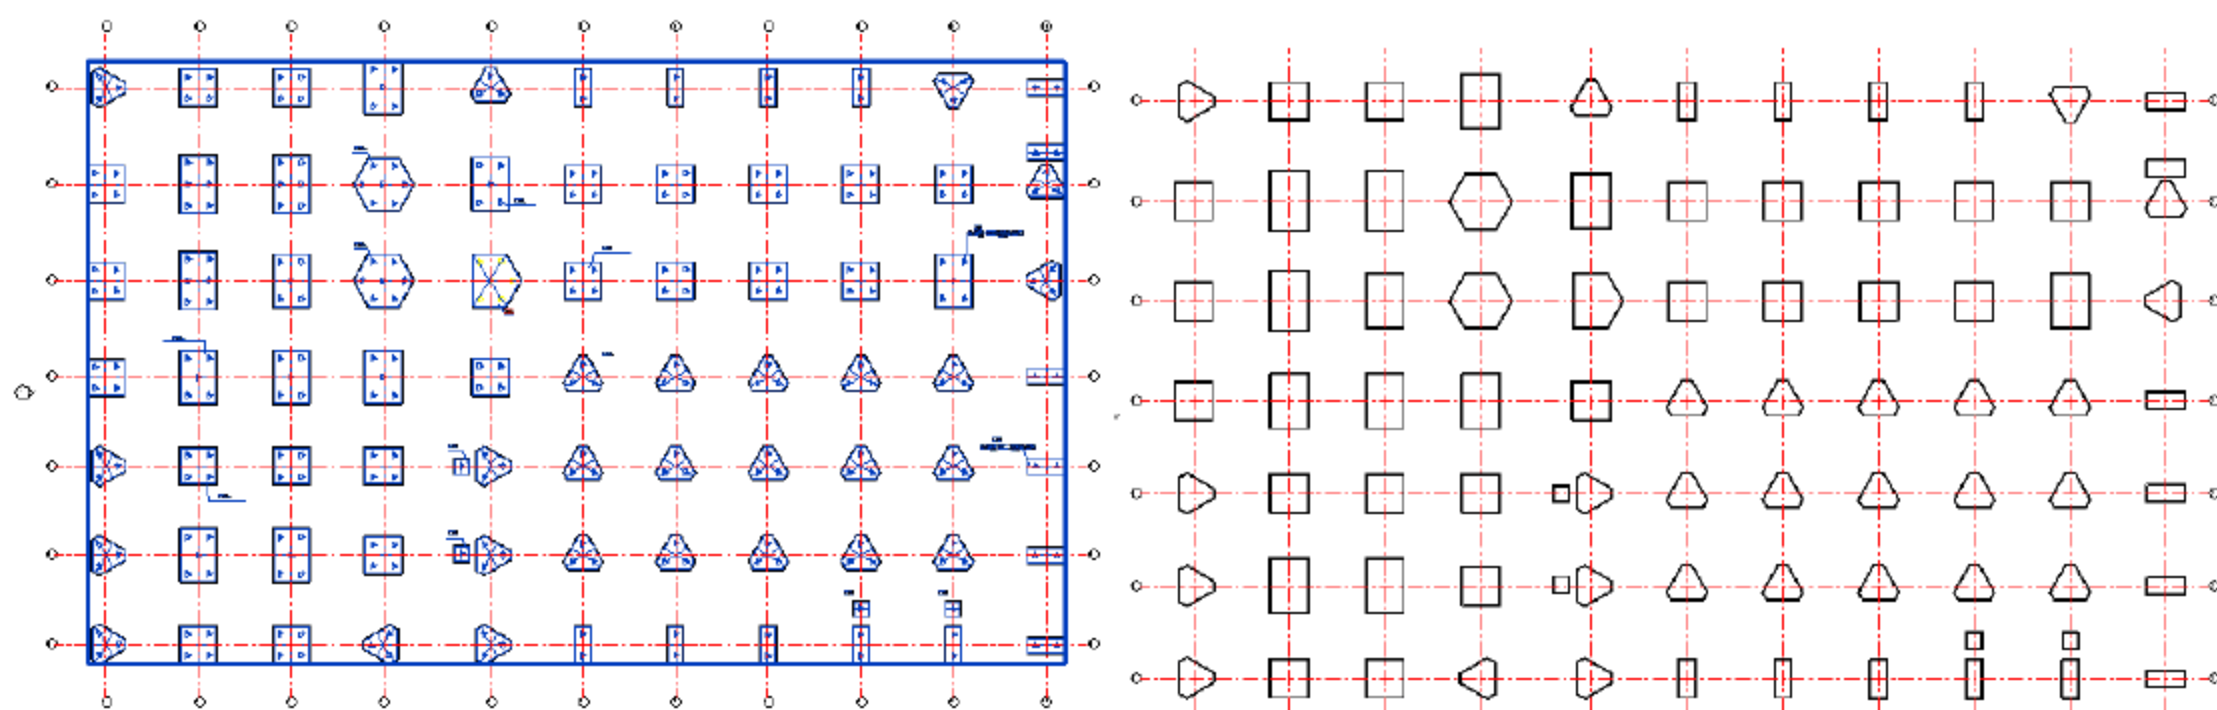

图 2.2.23 删除辅助 CAD 图
(7) 删除导入的辅助 CAD 图，在“项目浏览器”面板中，选择“结构平面”→“基础顶”选项，选择导入的 CAD 图，按 Delete 键，删除辅助图，如图 2.2.23 所示。